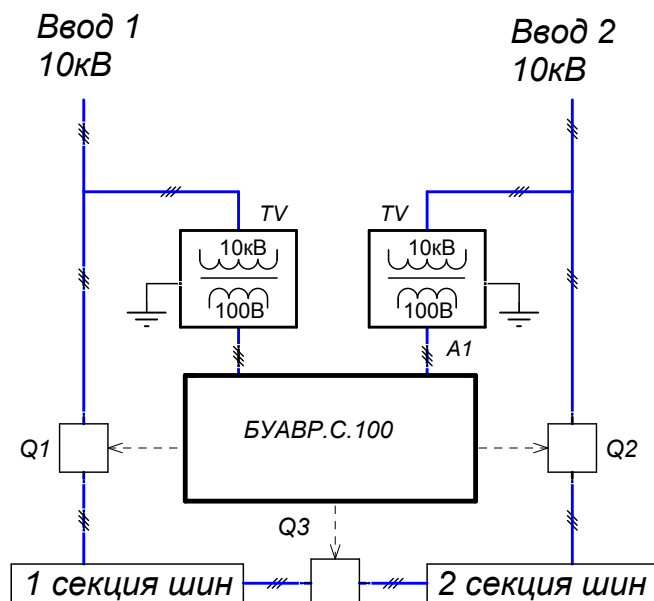
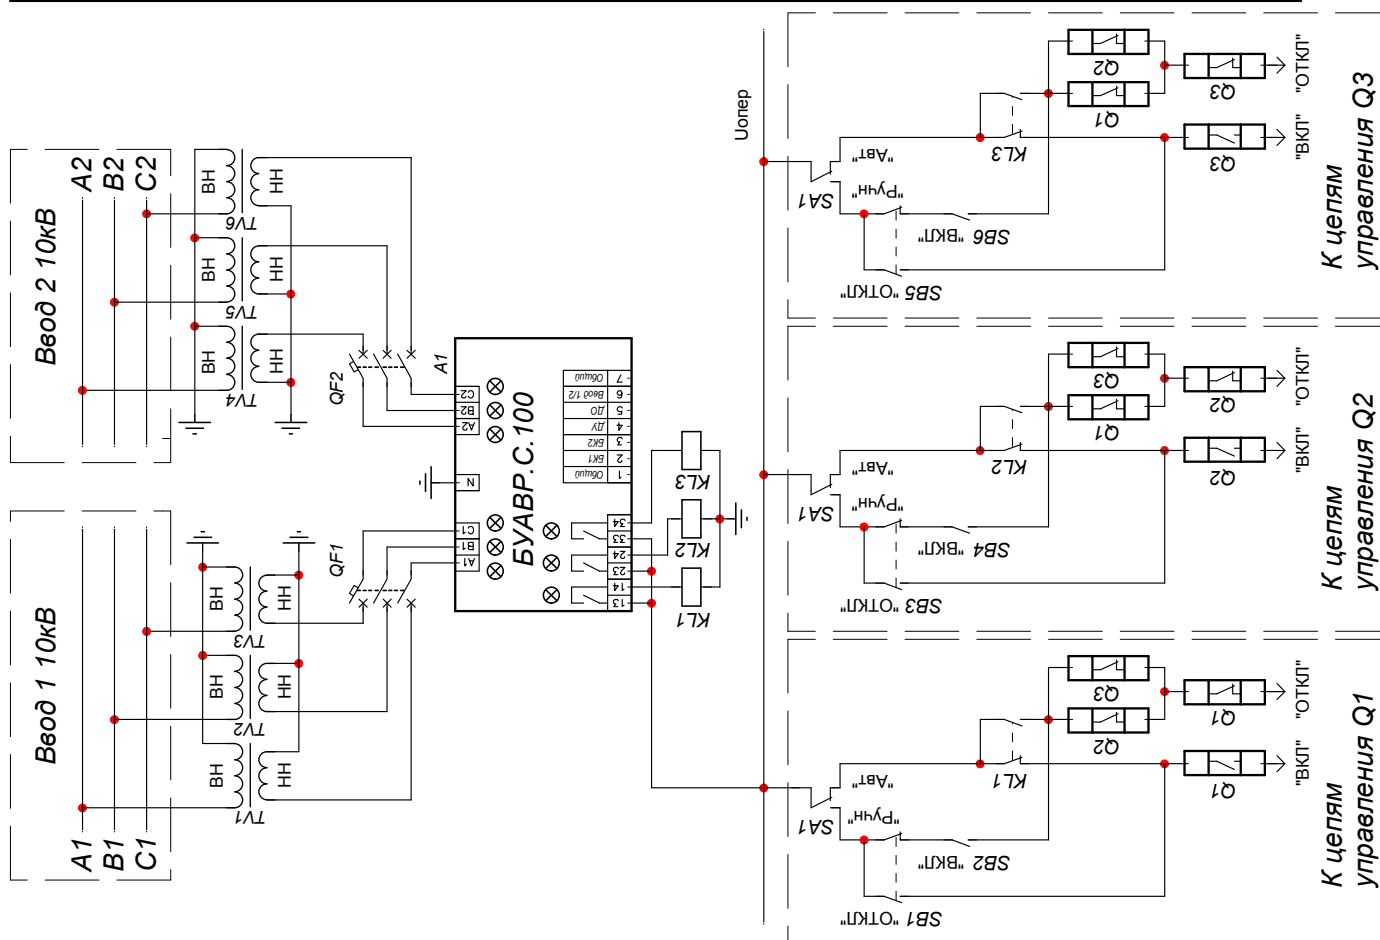

Рис.3 Структурная схема АВР с двумя равнозначными вводами, двумя секциями шин, с секционным выключателем и управлением от БУАВР.С.100 в автоматическом режиме.
Рис.4 Схема АВР с двумя равнозначными вводами, двумя секциями шин, с секционным выключателем и управлением от БУАВР.С.100 в автоматическом режиме.
- 4.10. Примеры схем подключения БУАВР в устройствах АВР, приведены на рис.3, рис.4.
- 4.11. При первоначальном включении, при напряжении на вводах 1 и 2 в допустимых пределах, блок БУАВР дает команды на включение высоковольтных выключателей Q1 и Q2, рис.3, которые подключают 1 и 2 секции шин к вводам 1 и 2 соответственно. Если в процессе работы параметры напряжения на подключенном вводе в течении определенного времени (времени отключения) оказываются за пределами допустимых значений, блок БУАВР дает команду на отключение соответствующего высоковольтного выключателя. После отключения вводного выключателя, блок БУАВР дает команду на включение секционного выключателя Q3.
- 4.13.1. Выходное реле K1 – используется для включения выключателя Q1, рис.3, подключающего секцию 1 к вводу 1. Реле K1 имеет 1 нормально разомкнутый выходной контакт, табл.4. При включении реле K1 загорается индикатор «K1».
- 4.13.2. Выходное реле K2 – используется для включения выключателя Q2, рис.3, подключающего секцию 2 к вводу 2. Реле K2 имеет 1 нормально разомкнутый выходной контакт, табл.4. При включении реле K2 загорается индикатор «K2».
- 4.13.3. Выходное реле K3 используется для включения секционного выключателя, рис. 3; Реле K3 имеет 1 нормально разомкнутый выходной контакт, табл.4. При включении реле K3 загорается индикатор «K3».
- 4.14.5. Схема управления устройством АВР в режиме «ручного управления», при помощи органов управления размещенных на лицевой панели шкафа АВР, приведена на рис.4.